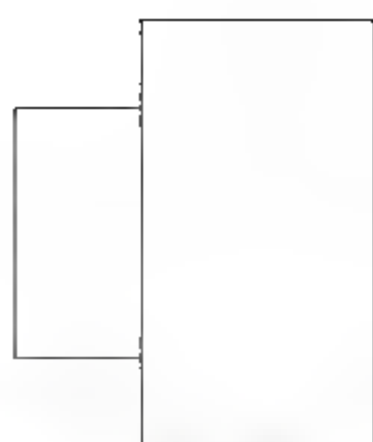

图8-95 修剪图形
- 05 调用TR【修剪】命令，修剪线段，结果如图8-95所示。